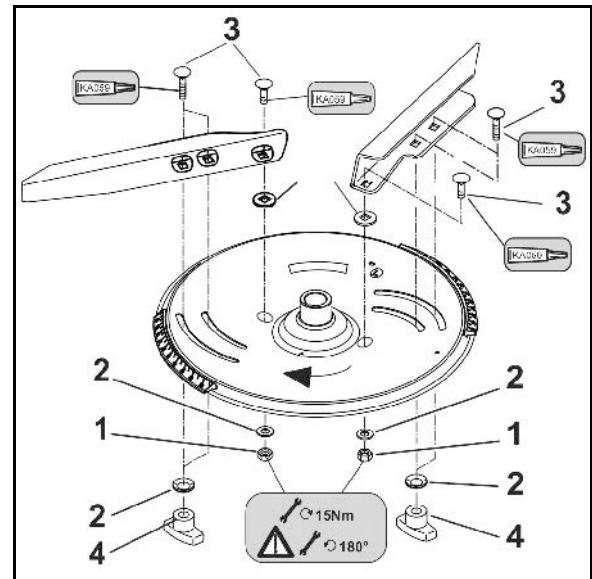

Fig. 50
- 2 x 8 skruer til bladfjærene (Fig. 50/1)